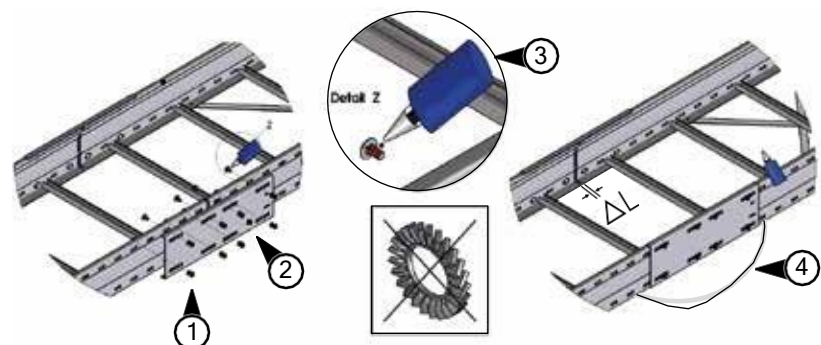

Рисунок 4 Монтаж соединителя в качестве компенсационного промежутка
1. Определите расстояние для компенсации удлинения как описано в главе 7.1.2 (см.  $\Delta L$  в Рисунок 4).
2. Закрепите соединитель на одной из двух соединяемых кабельных трасс (см. Рисунок 4, № 1).